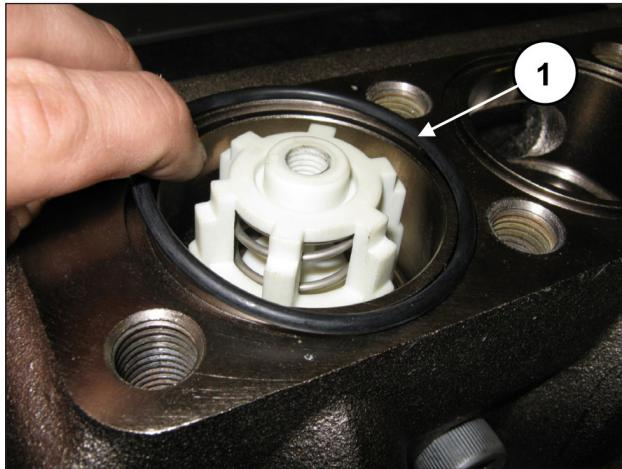

Fig. 160
Appicare l'O-ring frontale alle valvole di mandata (pos. ①, Fig. 160).